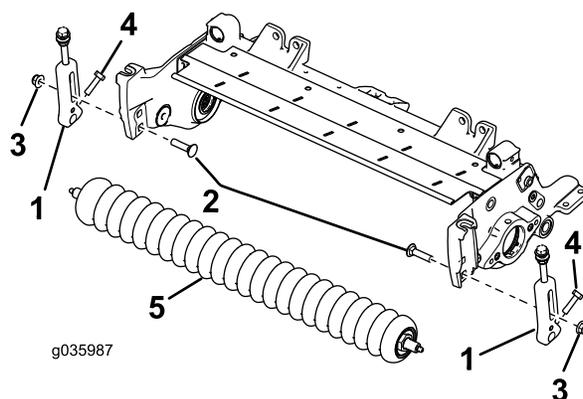

Figura 4
6. Retire los pernos de cuello cuadrado y las contratuercas que sujetan los soportes de ajuste de la altura de corte (ADC) a las chapas laterales de la unidad de corte (Figura 4).
7. Afloje los tornillos que sujetan los soportes de ajuste de la altura de corte al eje del rodillo delantero (Figura 4).
8. Retire los soportes de ajuste de la altura de corte y el rodillo delantero existentes de las chapas laterales de la unidad de corte (Figura 4).